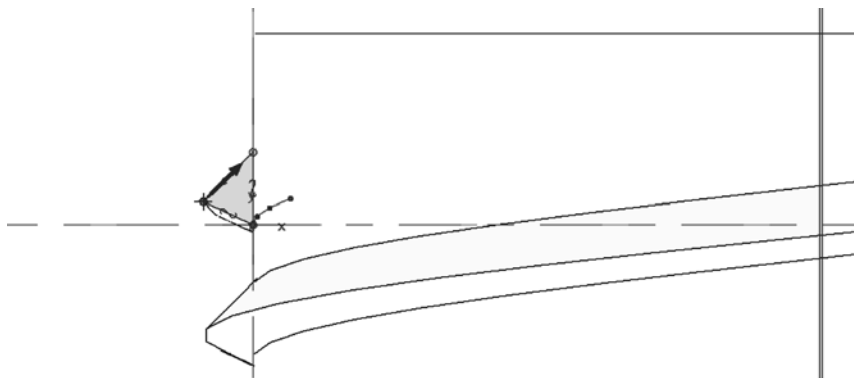

图 13-88 绘制起点剖面
- 6 单击“草绘视图”按钮定向草绘平面后，在“草绘”面板中单击“投影”按钮，绘制开始剖面（起点剖面），如图 13-88 所示，单击“确定”按钮。起点剖面不旋转。